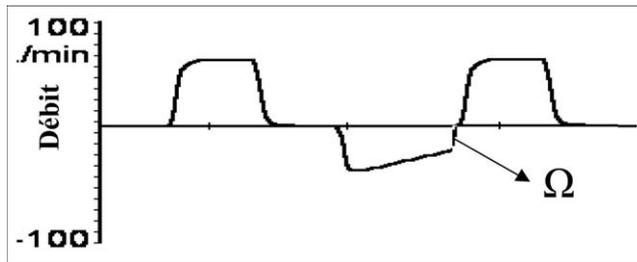

Fig. 5 Courbe de débit en fonction du temps. Persistance d'un débit en fin de cycle expiratoire mettant en évidence le phénomène d'auto-PEP (Ω)
3. Prolongation de la phase de débit expiratoire jusqu'à atteindre un débit nul. Si le temps expiratoire programmé est trop court, le débit expiratoire peut être interrompu par le déclenchement de la phase inspiratoire suivante (Fig. 5). Cette vidange incomplète du système respiratoire est responsable du phénomène d'auto-PEP (Ω).